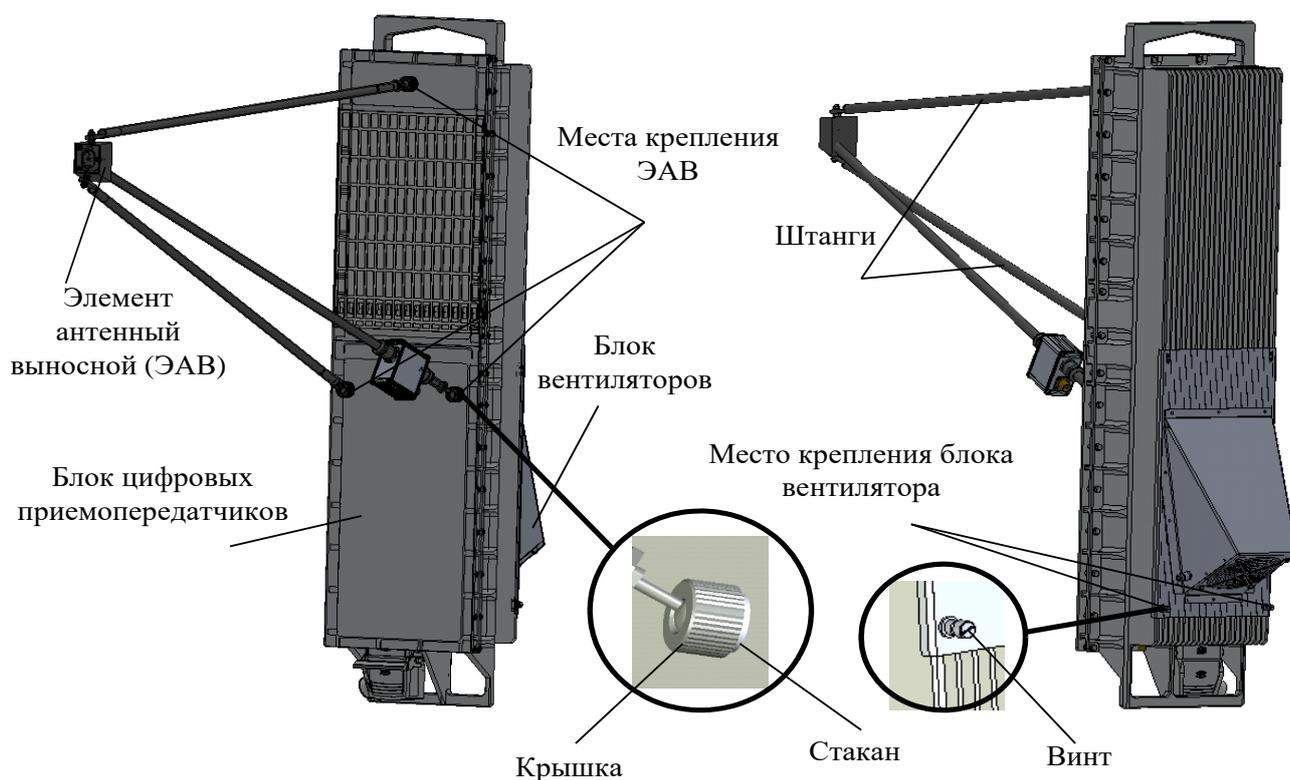

Рис. 8.12. Крепление ЭАВ и блока вентилятора на БЦП
- на любой из четырех сторон фермы устанавливаются рамы (ЮКШЖ.301224.056). Рамы закрепляются зацепом выступающих частей кронштейнов за внутренние полки вертикальных уголков фермы путем доворота рам на нужный угол и возвращением в горизонтальное положение после зацепа (рис. 8.12). Двумя узлами крепления каждая рама надежно фиксируется к ферме путем зацепа поперечных уголков фермы и зацепа труб рамы (работу проводят первый, второй, третий и четвертый номера расчета);